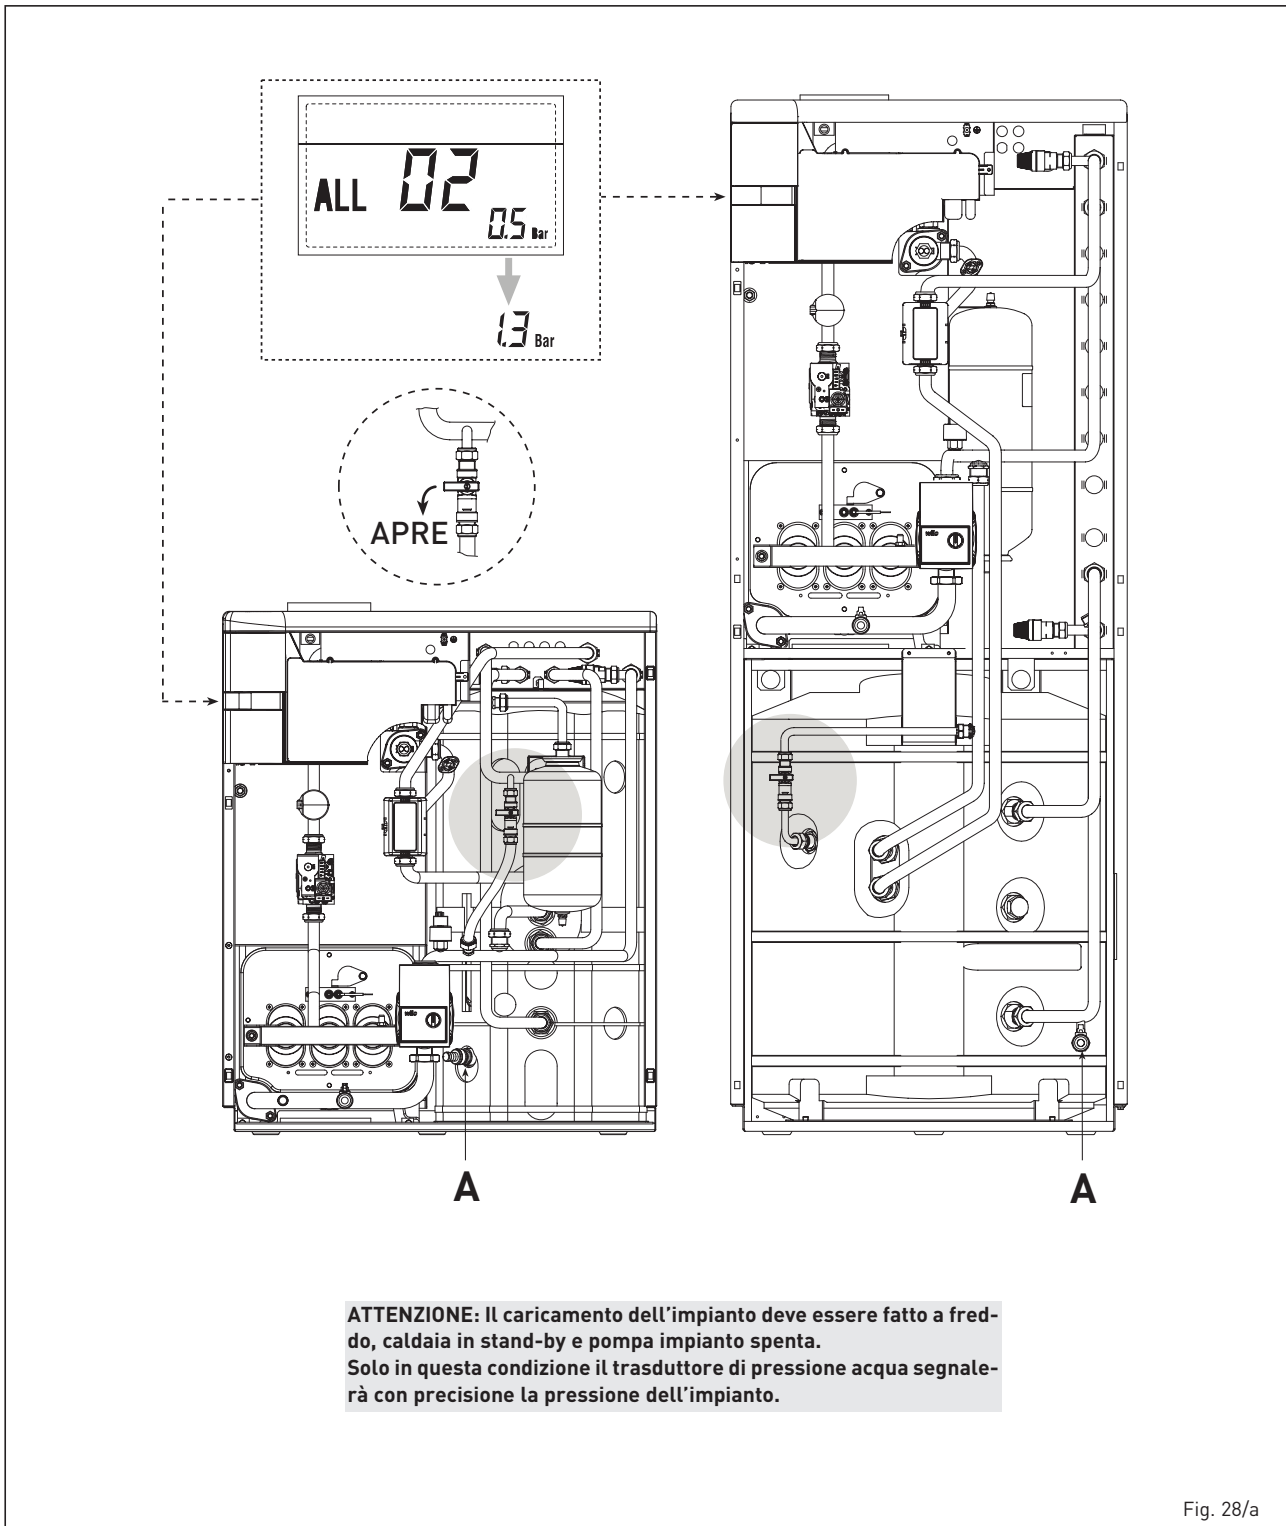

Fig. 28/a
- ALL 06 (fig. 28/c) Premere il tasto  dei comandi (2) per far ripartire la caldaia. Se l'anomalia permane, richiedere l'intervento del Servizio Tecnico Au-
- **ALL 07 (fig. 28/d)**